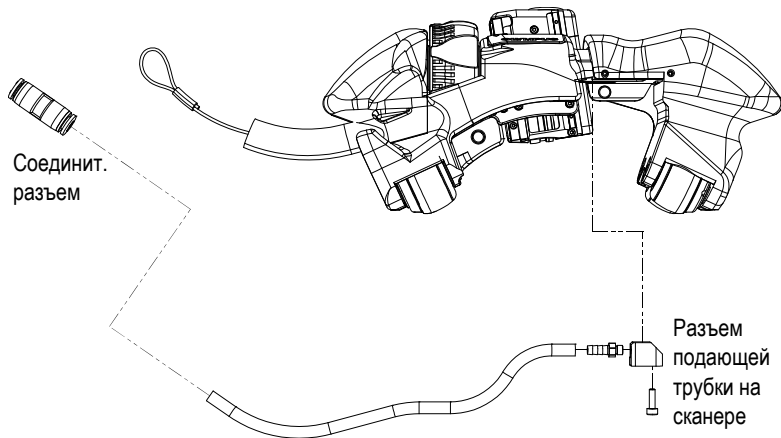

Рис. 5-6 Замена трубки (показана в разобранном виде)
1. Извлеките винт, фиксирующий разъем подающей трубки на сканере (см. Рис. 5-6 на стр. 54).